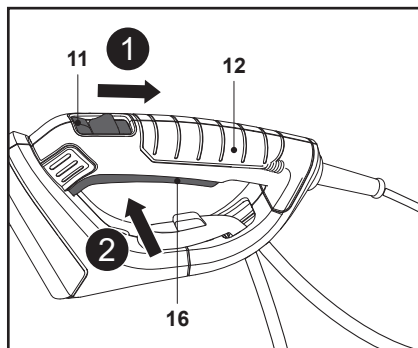

Fig. 11
1. S'assurer que le dispositif de coupe (lame) (1) ne touche aucun objet. Retirer le protège-lame (18) du dispositif de coupe (lame) (1) avant de mettre le produit en marche.
2. Tenir le produit avec une main sur la poignée souple antidérapante (9) de la perche avant (8) et l'autre main sur la poignée arrière (12).
3. Tirer le bouton de déverrouillage (11) vers l'arrière et le maintenir dans cette position (Fig. 11, étape 1).
4. Appuyer sur l'interrupteur marche/arrêt (16) pour mettre le produit sous tension (Fig. 11, étape 2). Relâcher ensuite le bouton de déverrouillage (11).
5. Relâcher l'interrupteur marche/arrêt (16) pour mettre le produit hors tension.